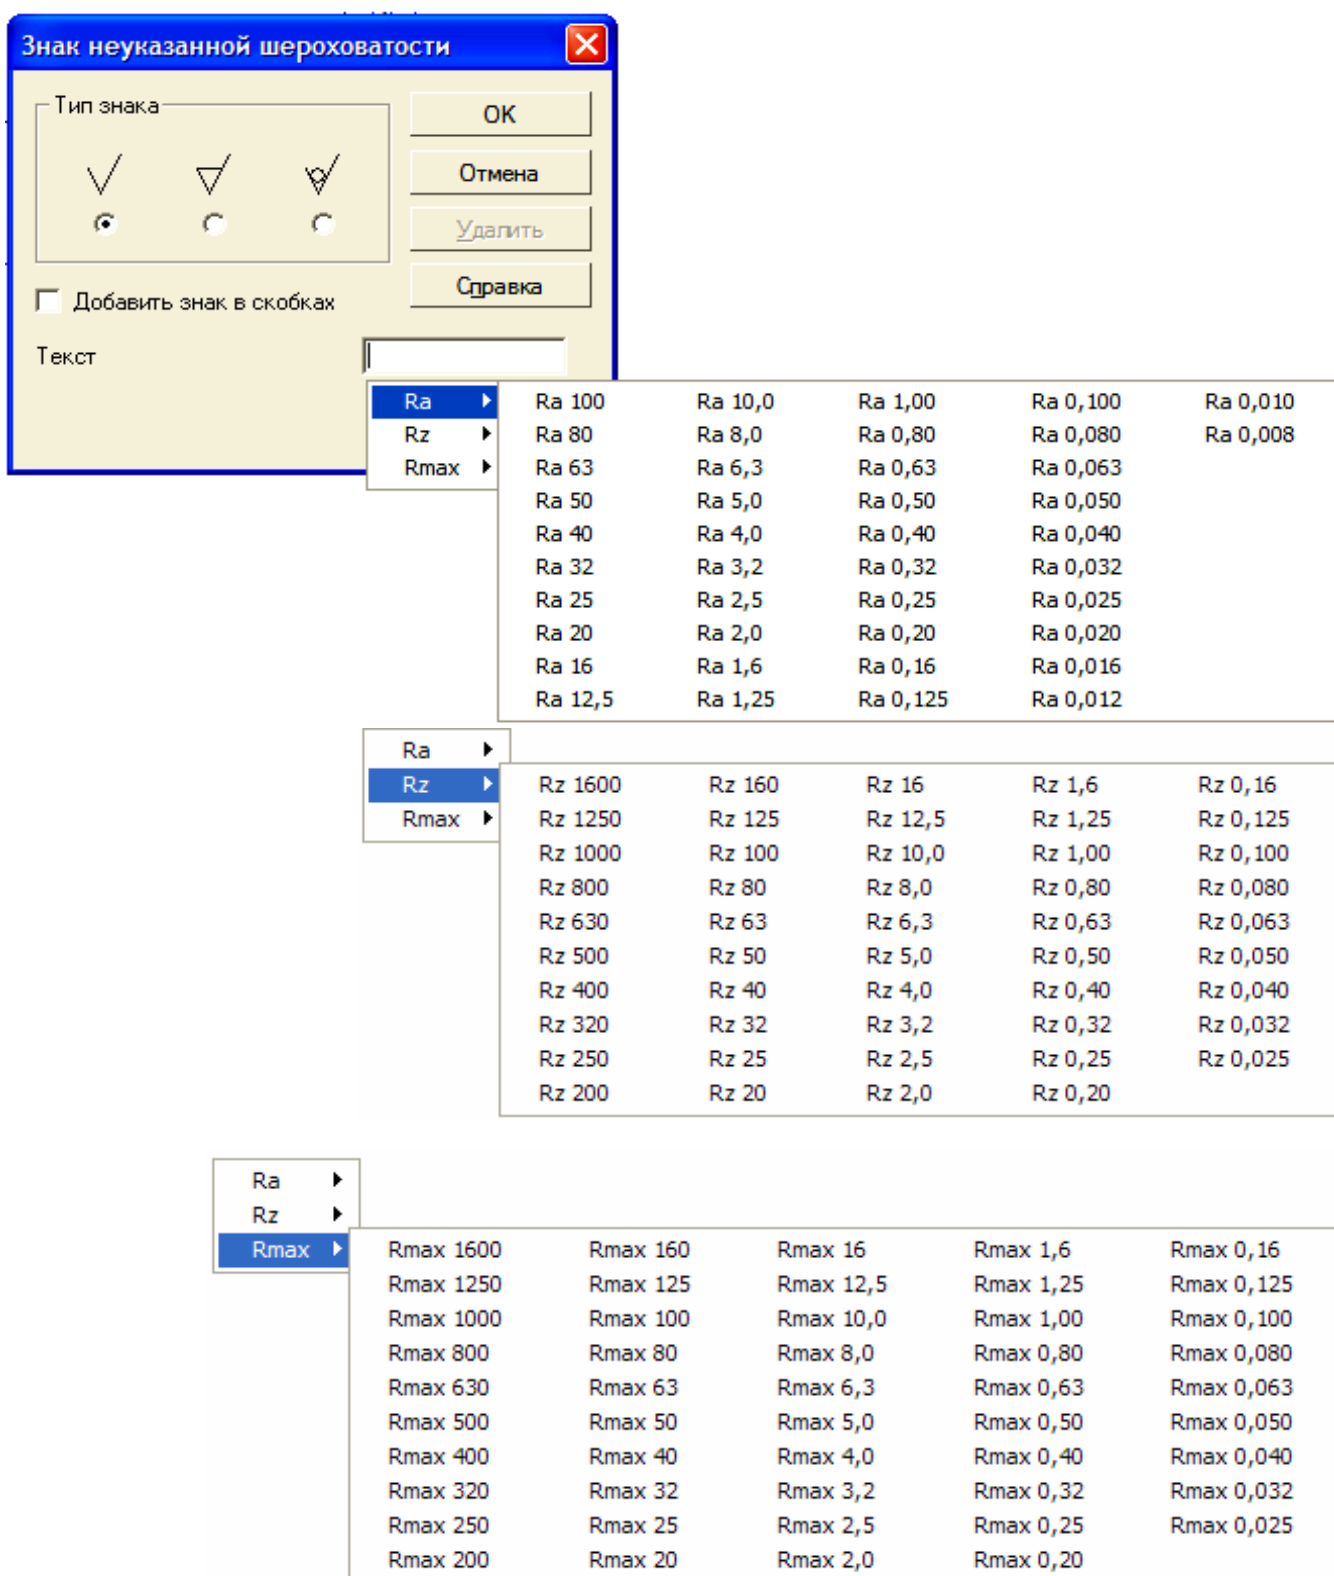

Рисунок 4.23 Панель выбора параметров неуказанной шероховатости
- в появившемся диалоговом окне выбрать поле, в котором будет текст (1, 2, 3) и сделать двойной щелчок левой клавишей мыши и в появившейся панели (Рисунок 4.23) выбрать нужное значение шероховатости;
В появившемся диалоговом окне (Рисунок 4.23) выбрать нужный тип знака. При необходимости, установить флажок в поле *Добавить знак в скобках*. Для надписи текста над знаком открыть список и выбрать нужное значение.